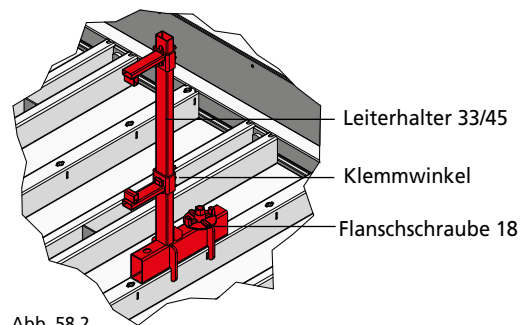

Abb. 58.2
2. Den Leiterhalter mit einer Flanschschraube 18 an die Funktionsstrebe montieren (Abb. 58.2).